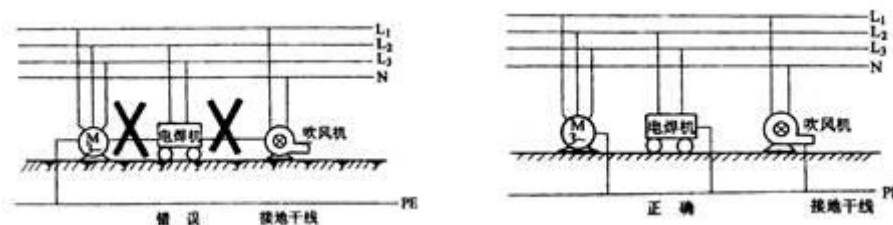

图 3-4 电气设备接地线正确接法
3) 接地线与电气设备可焊接或螺栓连接，螺栓连接应有防松螺帽或防松垫片。每台设备应用单独的接地线与干线相连，禁止在一条接地线上串联电气设备（如图 3-4 所示）。